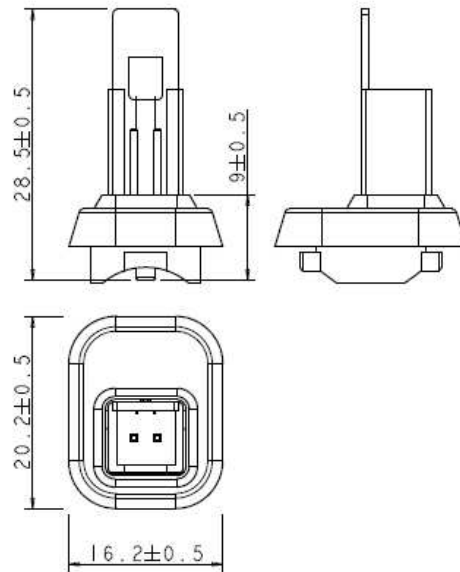

Fig. 3
- Connector type Lumberg MSF p.2,5 (see Fig. 3).